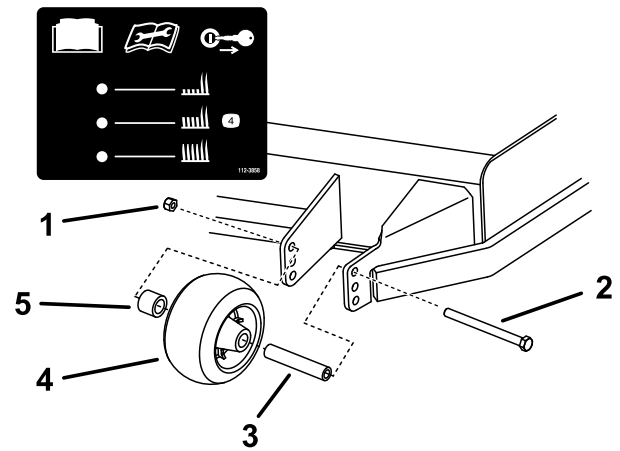
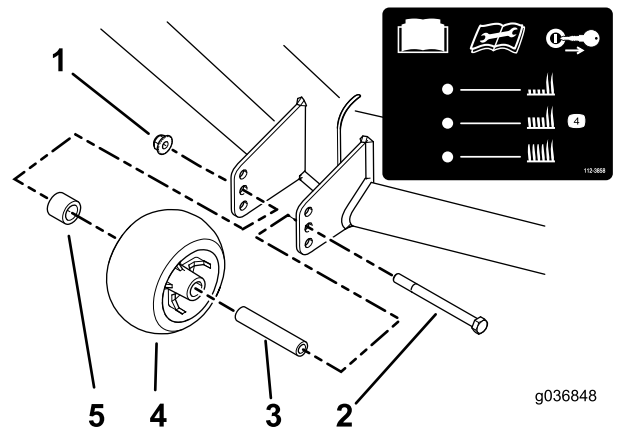

Figura 31
Figura 32
3. Ajuste los rodillos protectores del césped según se muestra en Figura 31 y Figura 32.